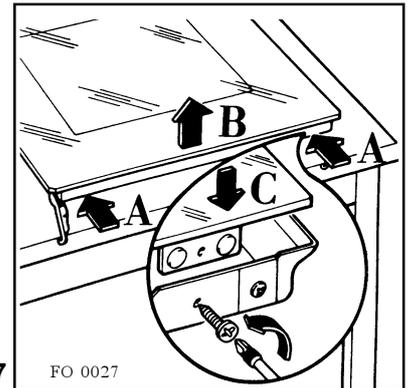

Fig. 7
- f) retirez les vis et soulevez légèrement le verre (A Fig. 7);
- g) dégagez la verre (emprisonné en partie haute) en le tirant vers l'avant (Fig. 7).